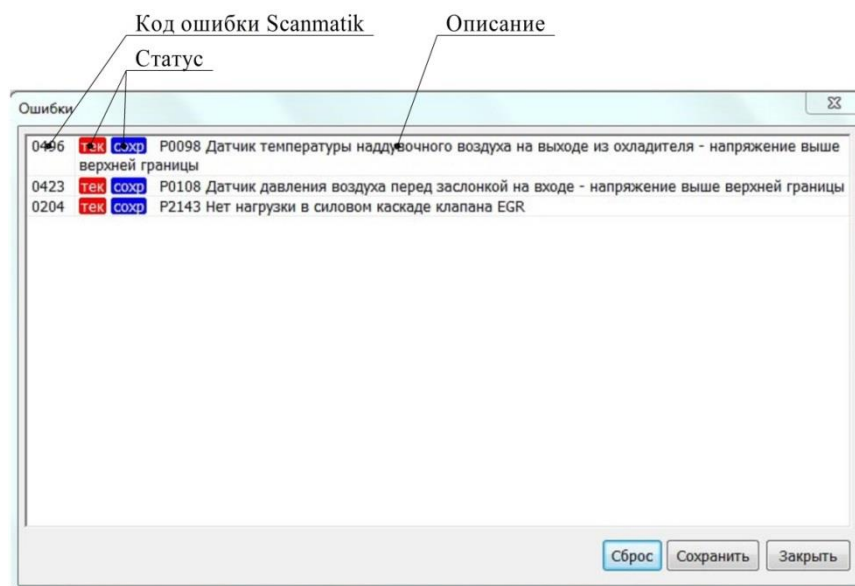

Рисунок 30 – Окно просмотра ошибок
5. Произвести чтение ошибок из внутренней памяти ЭБУ, для чего нажать на кнопку ошибки. В открывшемся окне появятся коды ошибок, статус и описание (рисунок 30).